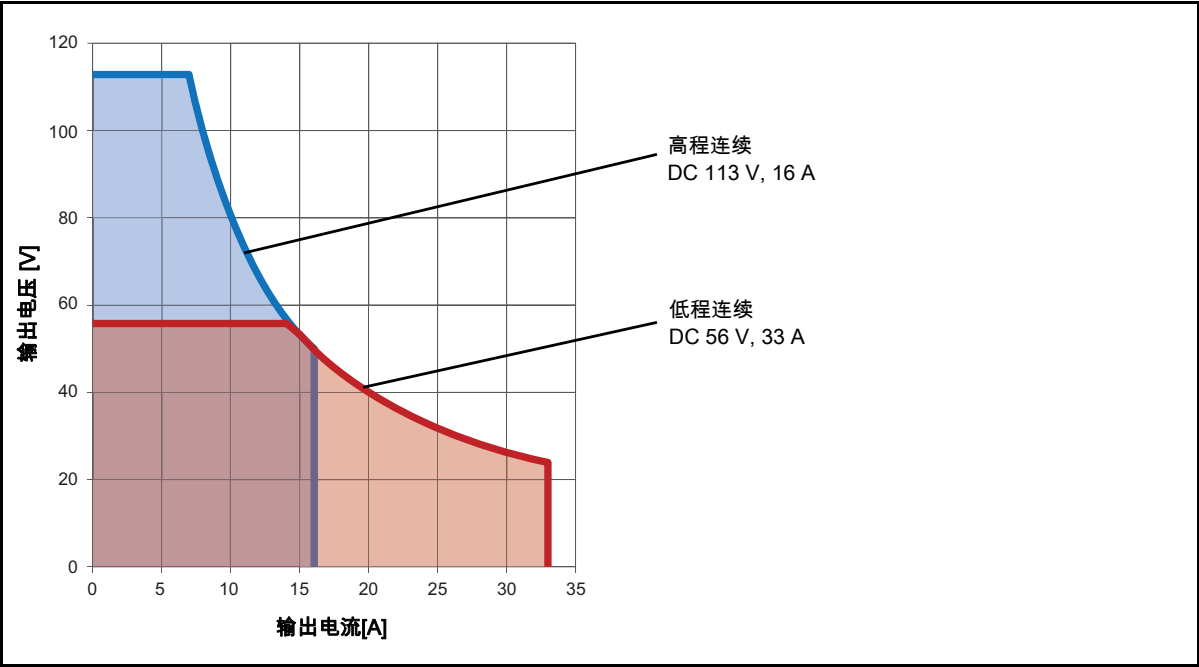

图 15-3：允许的工作范围 3 x DC 113 V 16 A
1. 参见第 209 页的图 15-3：“允许的工作范围 3 × DC 113 V 16 A”
1. 参见第 209 页的图 15-3：“允许的工作范围 3 x DC 113 V 16 A”